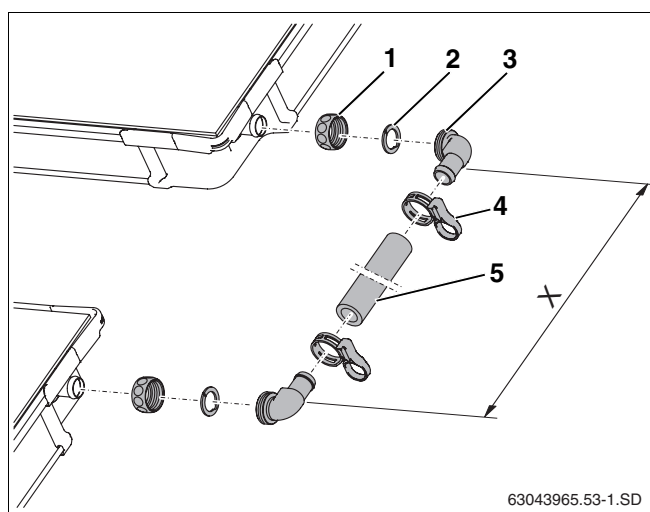

fig. 60 Conjunto de ligação entre duas filas de colectores
- ▶ Inserir a porca (fig. 60, **item 1**) sobre as ligações do colector.
- ▶ Colocar a anilha de aperto (fig. 60, **item 2**) atrás do reforço da ligação do colector e apertar.
- ▶ Apertar e alinhar o terminal angular com o O-Ring (fig. 60, **item 3**) à ligação, e aparafusar com a porca.
- ▶ Medir a distância entre os bicos angulares (medida X) nos colectores instalados e cortar a mangueira (fig. 60, **item 5**) de forma correspondente.
- ▶ Inserir a mangueira solar nos terminais angulares e apertar com braçadeiras de mola (fig. 60, **item 4**).